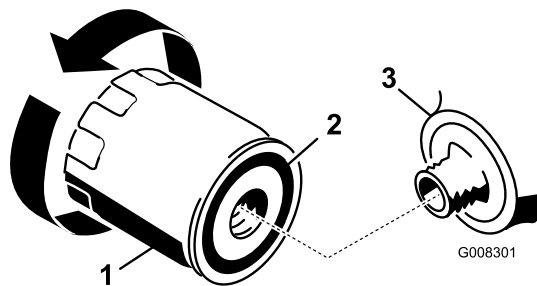

Figura 24
- Retire el filtro usado y limpie con un paño la superficie de la junta del adaptador del filtro (Figura 24).
- Aplice una capa fina de aceite del motor nuevo a la junta de goma sobre el filtro nuevo (Figura 24).
- Apriete el filtro 1/2 a 3/4 de vuelta más (Figura 24).